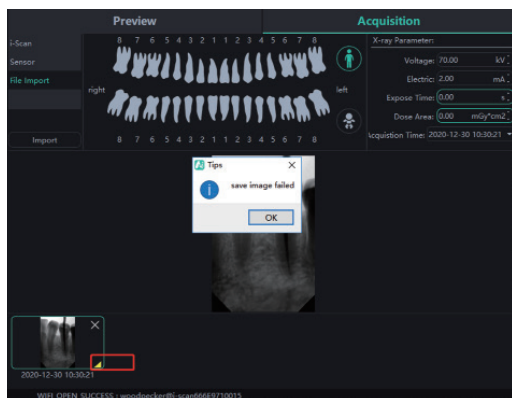
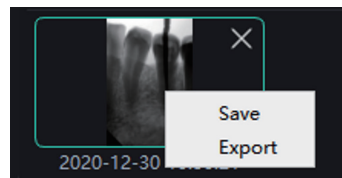

Figura 28
Figura 29
d) Durante la adquisición, pueden surgir problemas como la inestabilidad de la red, lo que puede hacer que no se guarden las imágenes. En este caso, hay una marca de fallo de guardado de imagen en la esquina inferior derecha de la imagen. Haga clic con el botón derecho del ratón en la imagen y podrá exportarla a local y guardarla de nuevo, como se muestra en la Figura 28 y la Figura 29.